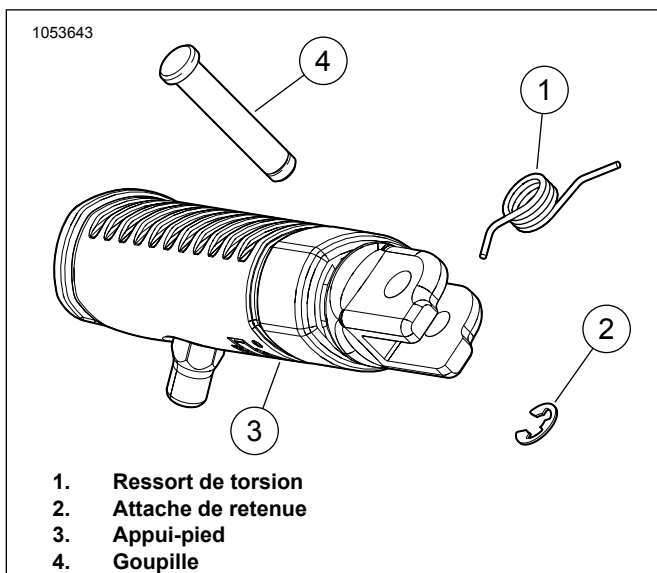

Figure 2. Pose du ressort de torsion d'appui-pied conducteur
Voir Figure 2. Retirer et conserver l'attache de retenue (2) et la goupille (4) pour une utilisation ultérieure.
Voir Figure 2 . Poser les pédales.